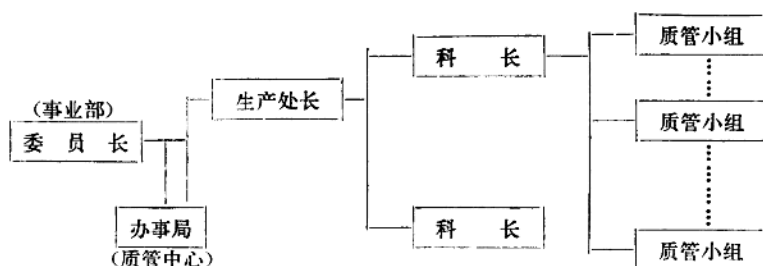

图 7
(3) 质量攻坚战(ATTACK-Q 作战组织) (见图 7)